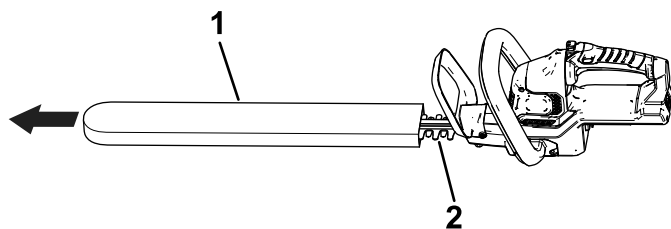

Figure 3
1. Enlevez le couvercle de protection qui recouvre les lames (Figure 3).